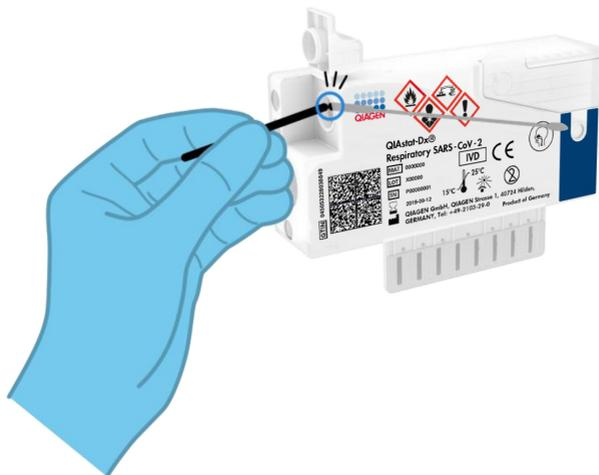

Figura 9. Rottura del gambo del tampone.
- Rompere il gambo del tampone in corrispondenza del punto di rottura, lasciando il resto del tampone nella QIAstat-Dx Respiratory SARS-CoV-2 Panel Cartridge (Figura 9).